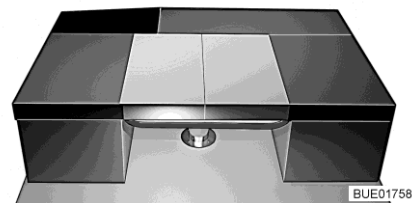

Bild 158 Efter ombyggnaden
- Lägg sidosittbänkens ryggdyna längs på bordet (se Bild 158).